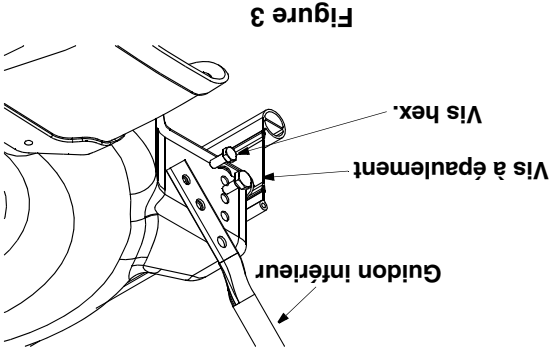

Figure 3
- 2. Positionnez le guidon inférieur par-dessus le plateau de coupe et alignez les deux trous intérieurs du plateau de coupe avec les trous correspondants du guidon. Voir la Figure 3.
- 3. Fixez le guidon inférieur sur le plateau de coupe en plaçant les vis à épaulement dans le trou supérieur et les vis hex. dans le trou inférieur, comme à la Figure 3. Maintenez toutes les vis avec des contre-écrous à collet. Serrez à fond en utilisant deux clés de 1/2 po.